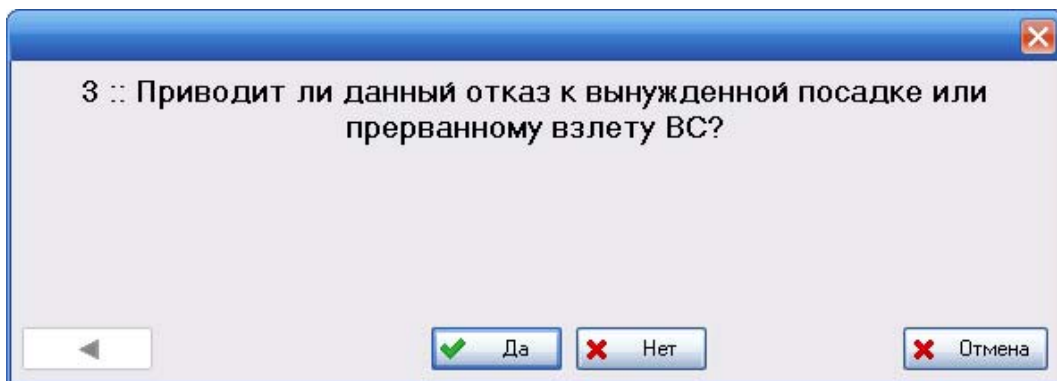

Рис. 5-52
- В остальных случаях появится диалоговое окно, внешний вид которого представлен на рис. 5-52.